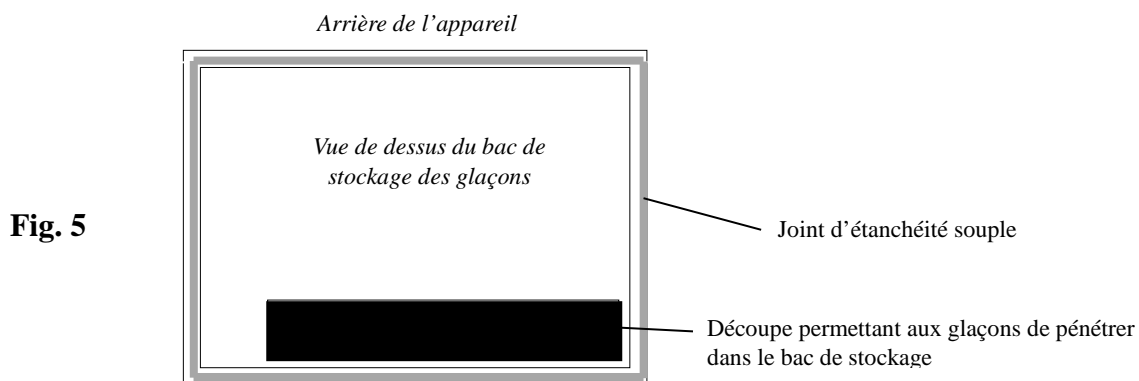

Fig. 5
9. Placez le joint d'étanchéité sur le dessus du bac de stockage. Assurez-vous que le joint d'étanchéité est placé correctement dans la rainure sur le dessus du bac de stockage. (Fig. 5).